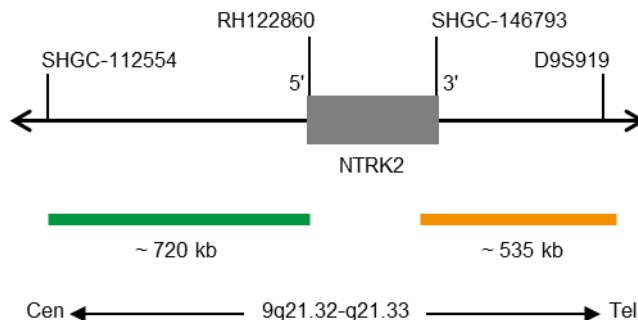

Fig. 1: SPEC NTRK2 Mappa della sonda (non in scala)
- Polinucleotidi (~10 ng/μl) marcati con ZyGreen (eccitazione 503 nm/emissione 528 nm), che hanno come bersaglio sequenze mappate in 9q21.32-q21.33\* (chr9:86,569,621-87,287,312) prossimali alla regione del breakpoint NTRK2 (vedere Fig. 1).
- Polinucleotidi (~4,5 ng/μl) marcati con ZyOrange (eccitazione 547 nm/emissione 572 nm), che hanno come bersaglio sequenze mappate in 9q21.33\* (chr9:87,589,037-88,124,082), distali alla regione del breakpoint di NTRK2 (vedere Fig. 1).